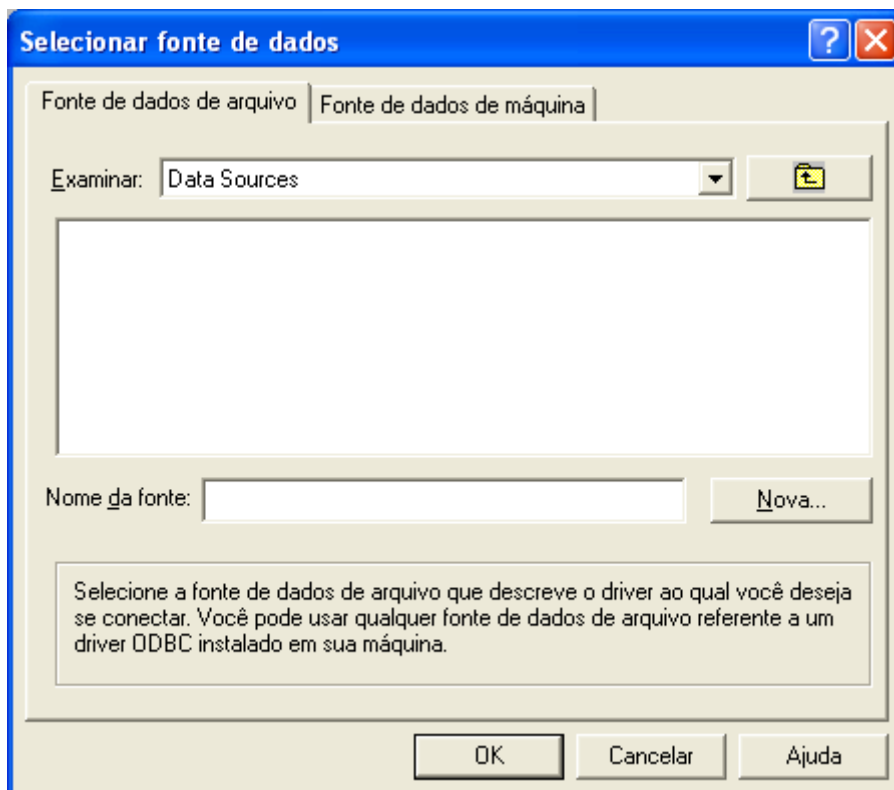

Figura 4-5
- **Alterar conexão do banco de dados:** Altera a origem de dados (veja a Figura 4-5).